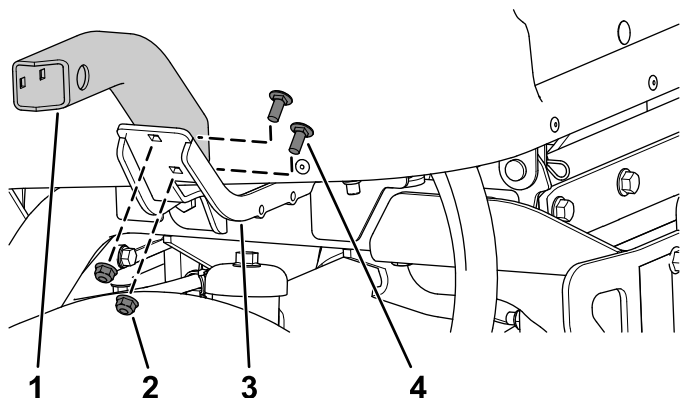

Bild 18
4. Befestigen Sie die linke kurze Befestigung mit zwei Schlossschrauben ($\frac{5}{16}$ " x $\frac{3}{4}$ ") und zwei Bundmuttern ($\frac{5}{16}$ ") an der linken Befestigung, wie in Bild 18 dargestellt.